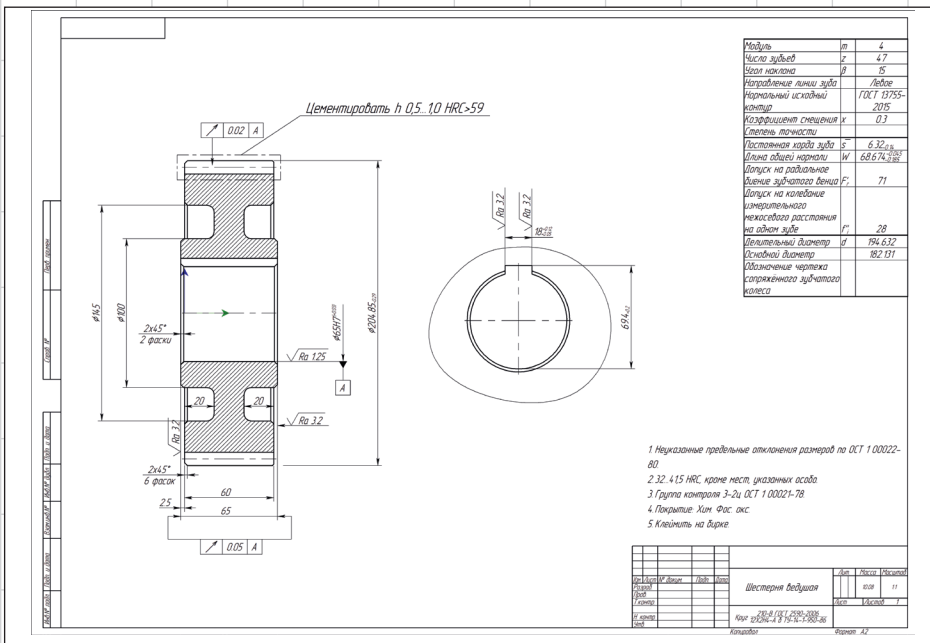

Рис. 7. Пример оформления чертежа зубчатого колеса с таблицей параметров
- 2D-модель зацепления с отображением основных геометрических величин (рис. 7);